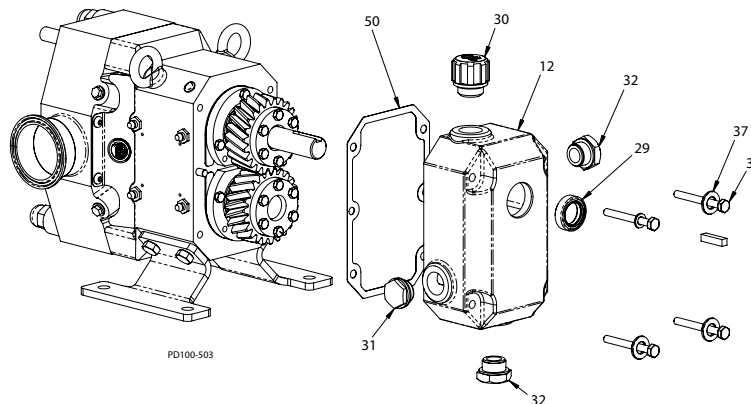

Figura 65 - Instalação da Cobertura da Engrenagem
1. Pressione a vedação do eixo de entrada (Figura 65, item 29) para dentro do orifício da cobertura da engrenagem (item 12).
2. Coloque a junta (item 50) sobre os pinos da cavilha na caixa de engrenagem.
4. Instale os parafusos da tampa (item 36) e as arruelas (item 37) e aperte-as uniformemente.
5. Instale os plugues de óleo (item 32) e o plugue indicador de nível (item 31) nos locais adequados para a posição de montagem da bomba.
6. Encha com óleo e instale o plugue de respiradouro (item 30). Tablela 13 fornece a capacidade de óleo pelo tamanho da bomba e posição de montagem. O nível de óleo deve atingir o centro do indicador de nível.